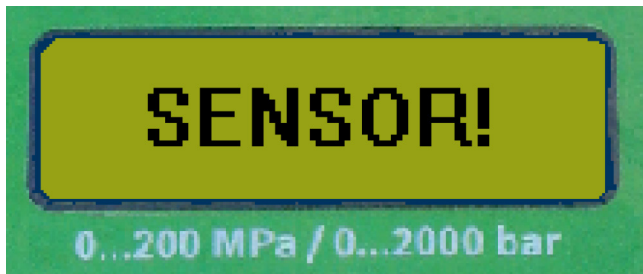

Abb. 12: Foutmelding op het digitale drukindicatie-apparaat
! Het contactslot moet zijn uitgeschakeld, voordat de druksensormodule (afb. 12, pos. 1) wordt aangesloten of losgemaakt.